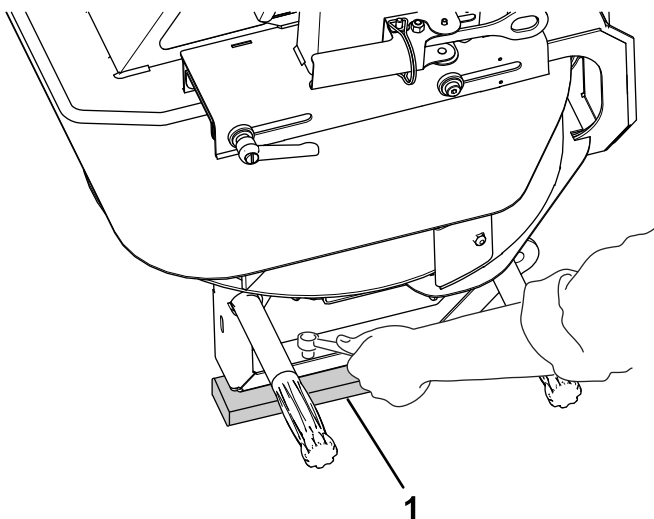

Рисунок 1
2. Выверните четыре винта из опор двухдискового разбрасывателя. С помощью напарника поднимите двухдисковый центробежный разбрасыватель и удалите упаковочные шпильки и упаковочный пенопласт (Рисунок 1).